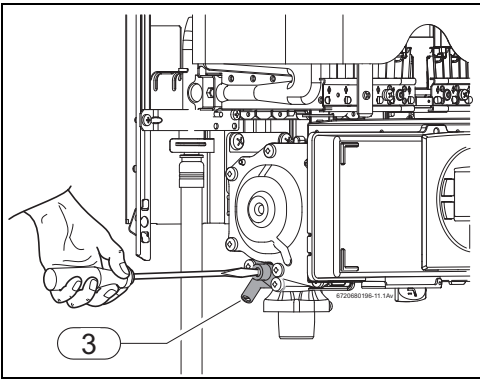

Fig. 26 Parafuso de ajuste do caudal de gás máximo
- ▶ Retirar a selagem do parafuso de ajuste (Fig. 26).
- ▶ Utilizando o parafuso de ajuste (Fig. 26) regular a pressão até atingir os valores indicados na tabela 9.